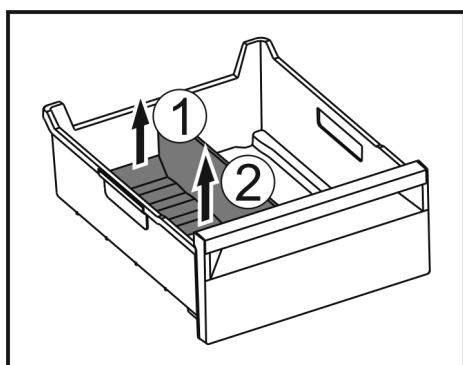

Fig. 120
- ▶ Lyft upp frysfacksdelarens bakre del. Fig. 120 (1)
- ▶ Ta ut frysfacksdelaren uppåt. Fig. 120 (2)